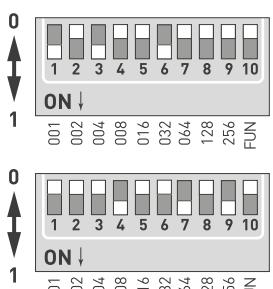

Рисунок 2. DIP-переключатели
7. Установите DMX-адрес декодера при помощи DIP-переключателей, расположенных на корпусе декодера (см. рис. 2).